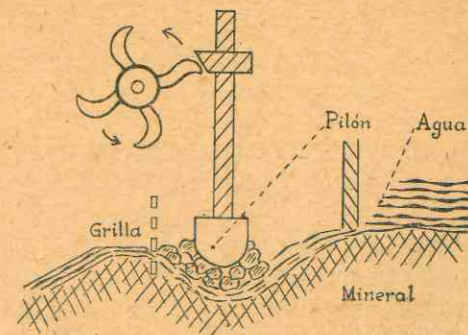

Fig. 317. - Tratamiento mecánico del mineral.
A. **Tratamiento mecánico** (fig. 317). — El tratamiento mecánico consiste en eliminar la ganga del mineral por la trituration, la levigación, el lavado, etc. Son procedimientos que se efectúan en el mismo sitio de la explotación del mineral.